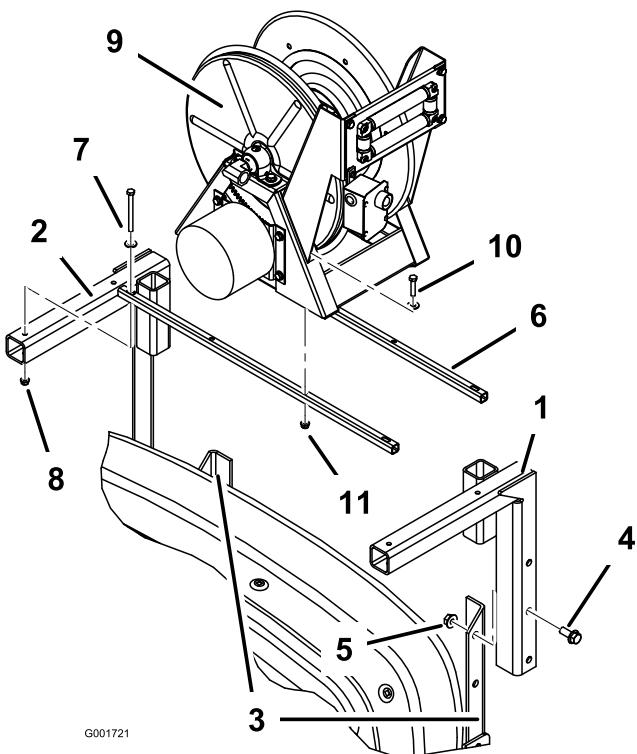

Figura 3
- Na parte posterior da máquina, instale as montagens de bobinar tubagem esquerda e direita na estrutura da rampa como se mostra em Figura 3. Prenda as montagens à estrutura da rampa com quatro parafusos flangeados (1/2 x 1-1/4 pol.) e porcas flangeadas (1/2 pol.).
3. Instale os 2 tubos de montagem da bobina de tubagem nas montagens da bobina de tubagem (Figura 3) utilizando 2 parafusos (5/16 x 3-1/2 pol.), anilhas (11/16 pol. diâmetro exterior) e 4 porcas flangeadas (5/16 pol.).
4. Fixe o conjunto da bobina de tubagem nos tubos de montagem da bobina de tubagem (Figura 3) utilizando 4 parafusos (5/16 x 1-1/2 pol.), anilhas chatas (7/8 pol diâmetro exterior) e porcas flangeadas (5/16 pol.). Não aperte totalmente as fixações para permitir a afinação mais tarde.